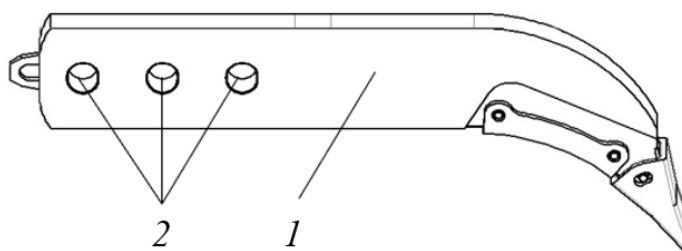

Рисунок 3.128. Нож в сборе
- Извлечь палец 2, нож 3 при этом удерживаться грузоподъемным оборудованием. Для регулировки длины в ноже предусмотрены отверстия 2, см. рис. 3.128.